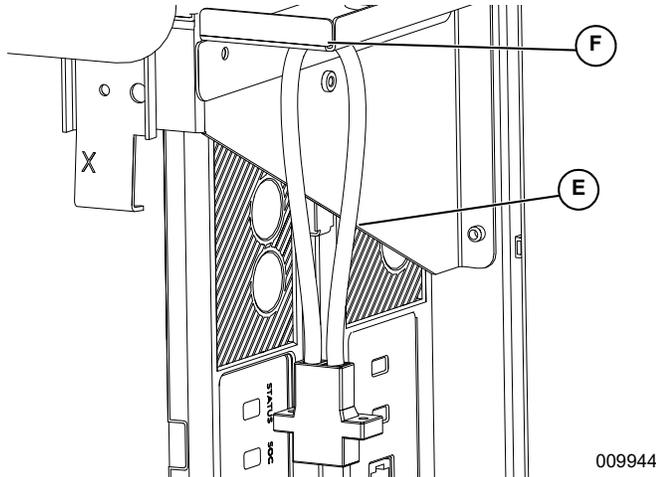

Figure 4-34. Boucles de pontage inutilisées
4. Voir Figure 4-34. Attacher les boucles de pontage inutilisées (E) à la fente de la cloison de gaine de câblage (F) en vue d'une utilisation future.